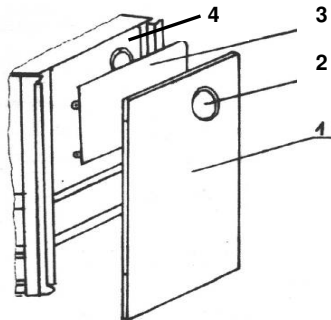

Bild 4
2. Strahlschutzblech (Bild 4, Nr. 3) (nur bei K 155) mit den vier Schrauben ausbauen
3. Seitlichen Rauchlochdeckel demontieren (Bild 4, Nr. 4)